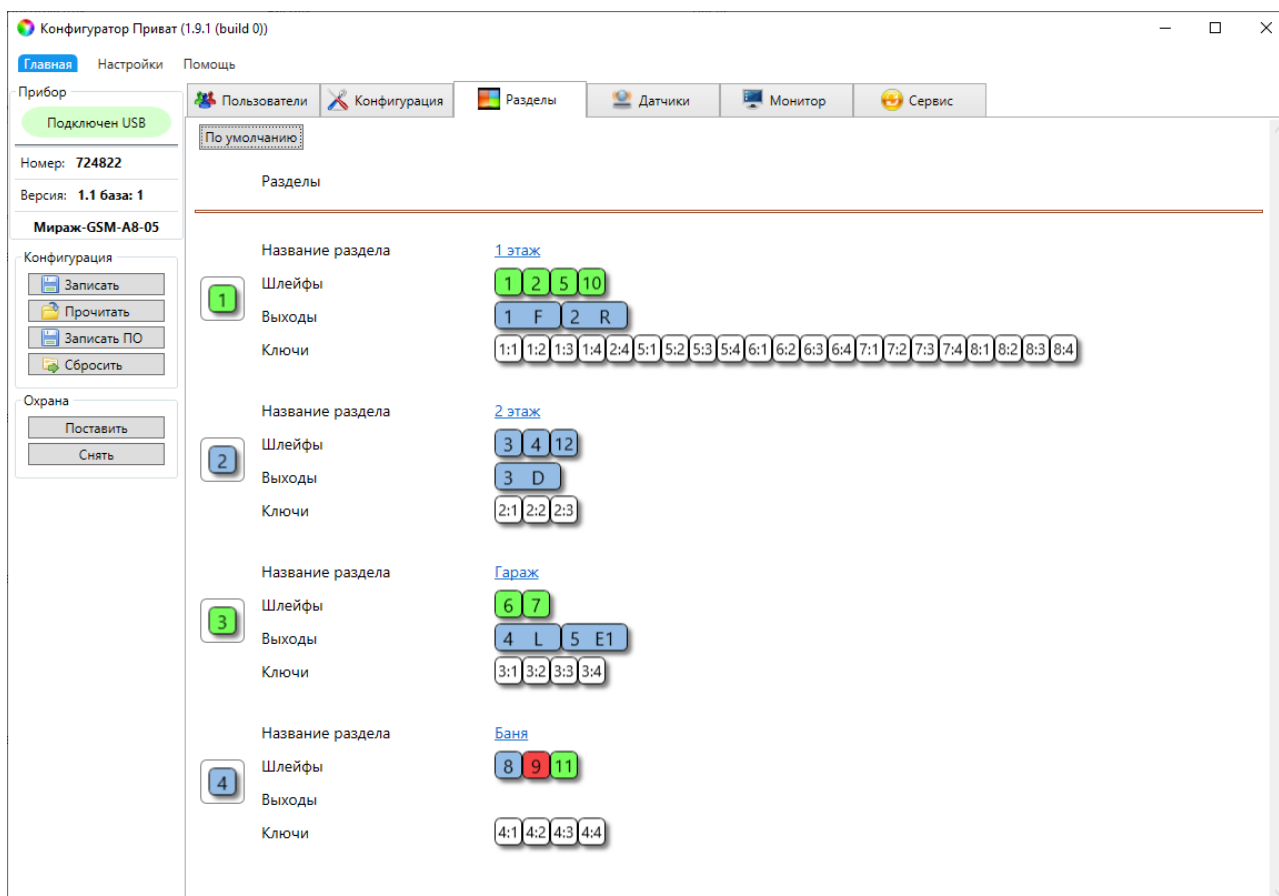

Рисунок 12.3 — Распределение радиоустройств по 4 разделам в конфигурации контроллера Мираж-GSM-A8-05 (STEMAX Приват)
- *Раздел*: выберите раздел радиоустройства в раскрывающемся списке в поле *Раздел* на вкладке *Датчики* программы *STEMAX Конфигуратор*. В программе *STEMAX Приват* это поле отсутствует. В этой программе левой кнопкой мыши перетаскийте значок радиоустройства в нужную область на вкладке *Разделы* программы (см. рисунок 12.3).